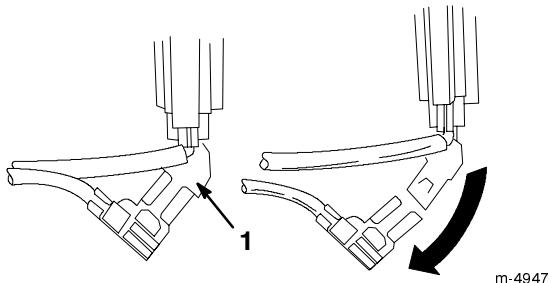

Figure 9
6. Débranchez le clip du fil de terre vert sous le starter (Fig. 9).